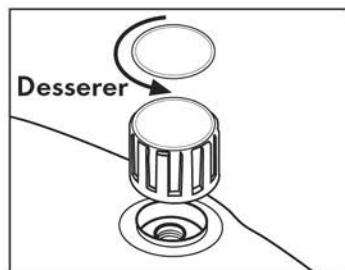

Fig. 16
Décharger la pression dans la chaudière en débranchant l'interrupteur chaudière (11) et en faisant décharger toute la vapeur en intervenant sur le bouton vapeur (18) situé sur la poignée, éteindre ensuite l'interrupteur général (10). Après avoir laissé refroidir la chaudière d'une manière adéquate, débrancher la fiche de la prise de courant et ouvrir doucement le bouchon de sécurité (**Fig. 16**).